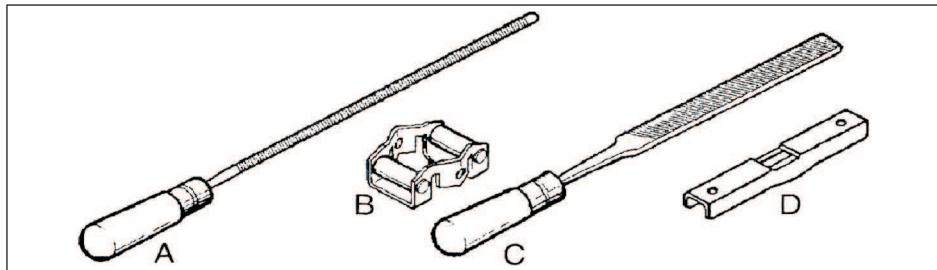

рис. 13
8.10.1 Для правильной заточки цепи необходимы следующие инструменты (рис. 13 - в комплект поставки не входят): круглый напильник А, шаблон В, плоский напильник С и шаблон ограничителя глубины Д. Названный комплект должен соответствовать применяемой цепи. Руководство по заточке Вы найдёте на упаковке пильной цепи или комплекта для заточки. Проверка состояния коллектора. При длительном хранении коллектор покрывается окислами, что ухудшает коммутацию (сильное искрение между щетками и коллектором) и, как следствие, приводит к преждевременному выходу из строя якоря электродвигателя.